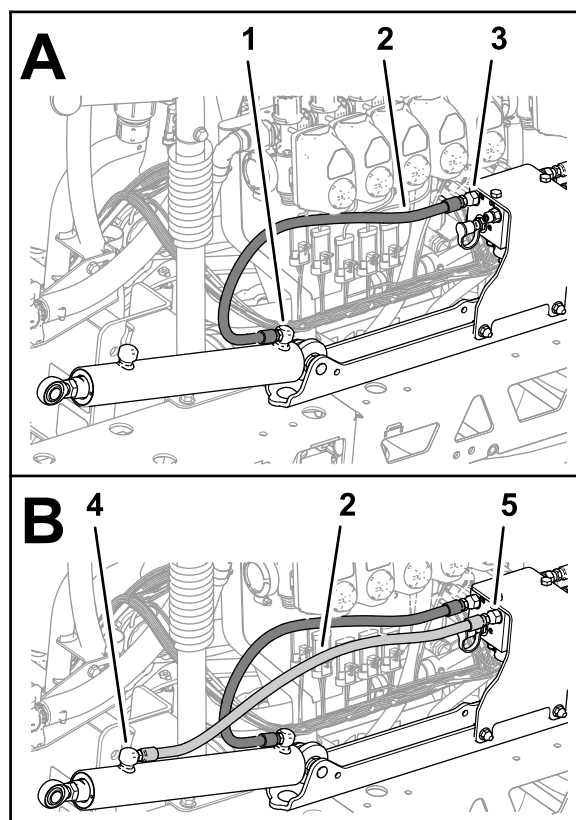
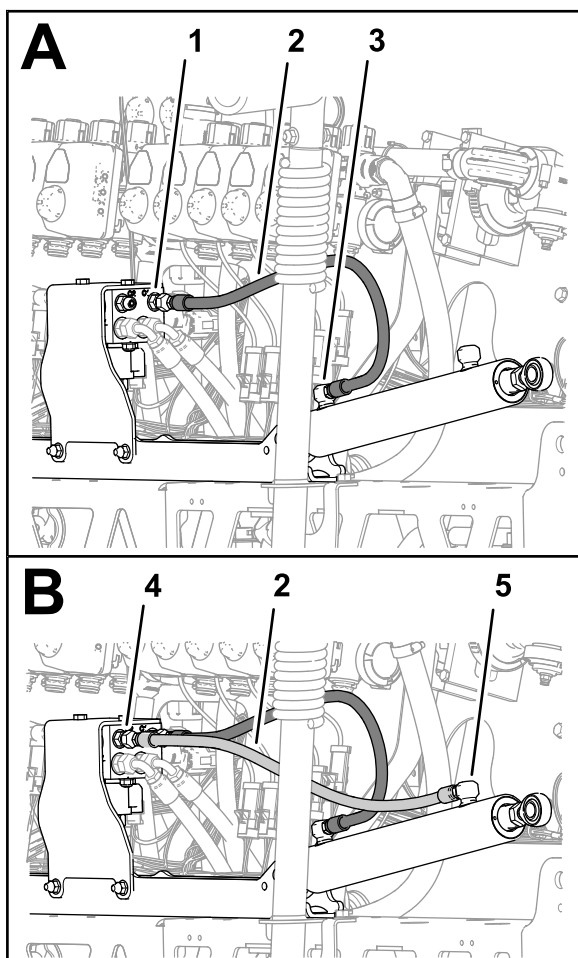

Figure 118
Figure 119
- Reliez, sans serrer, un flexible hydraulique (1/4" x 24 3/4") neuf entre l'orifice de déploiement du vérin de levage de rampe gauche et l'orifice C3 du collecteur de levage de rampe (Figure 118).
- Reliez, sans serrer, un flexible hydraulique (1/4" x 24 3/4") neuf entre l'orifice de rétraction du vérin de levage de rampe gauche et l'orifice C4 du collecteur de levage de rampe (Figure 118).
- Reliez, sans serrer, un flexible hydraulique (1/4" x 24 3/4") neuf entre l'orifice de déploiement du vérin de levage de rampe droit et l'orifice C1 du collecteur de levage de rampe (Figure 119).
4. Reliez, sans serrer, un flexible hydraulique (1/4" x 24 3/4") neuf entre l'orifice de rétraction du vérin de levage de rampe droit et l'orifice C2 du collecteur de levage de rampe (Figure 119).
5. Serrez les raccords de flexible reliés aux orifices de déploiement et de rétraction des vérins de levage (Figure 118 et Figure 119) à un couple de 21 à 26 N·m.
6. Serrez les écrous orientables des flexibles sur le collecteur de levage de rampe (Figure 118 et Figure 119) à un couple de 24 à 30 N·m.